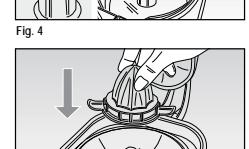

Fig. 5
- Positionner le cône presseur petit (B) sur l'axe (G) (Fig. 5).
- Den kleinen Presskegel (B) auf dem Drehschliff (G) positionieren (Abb. 5).